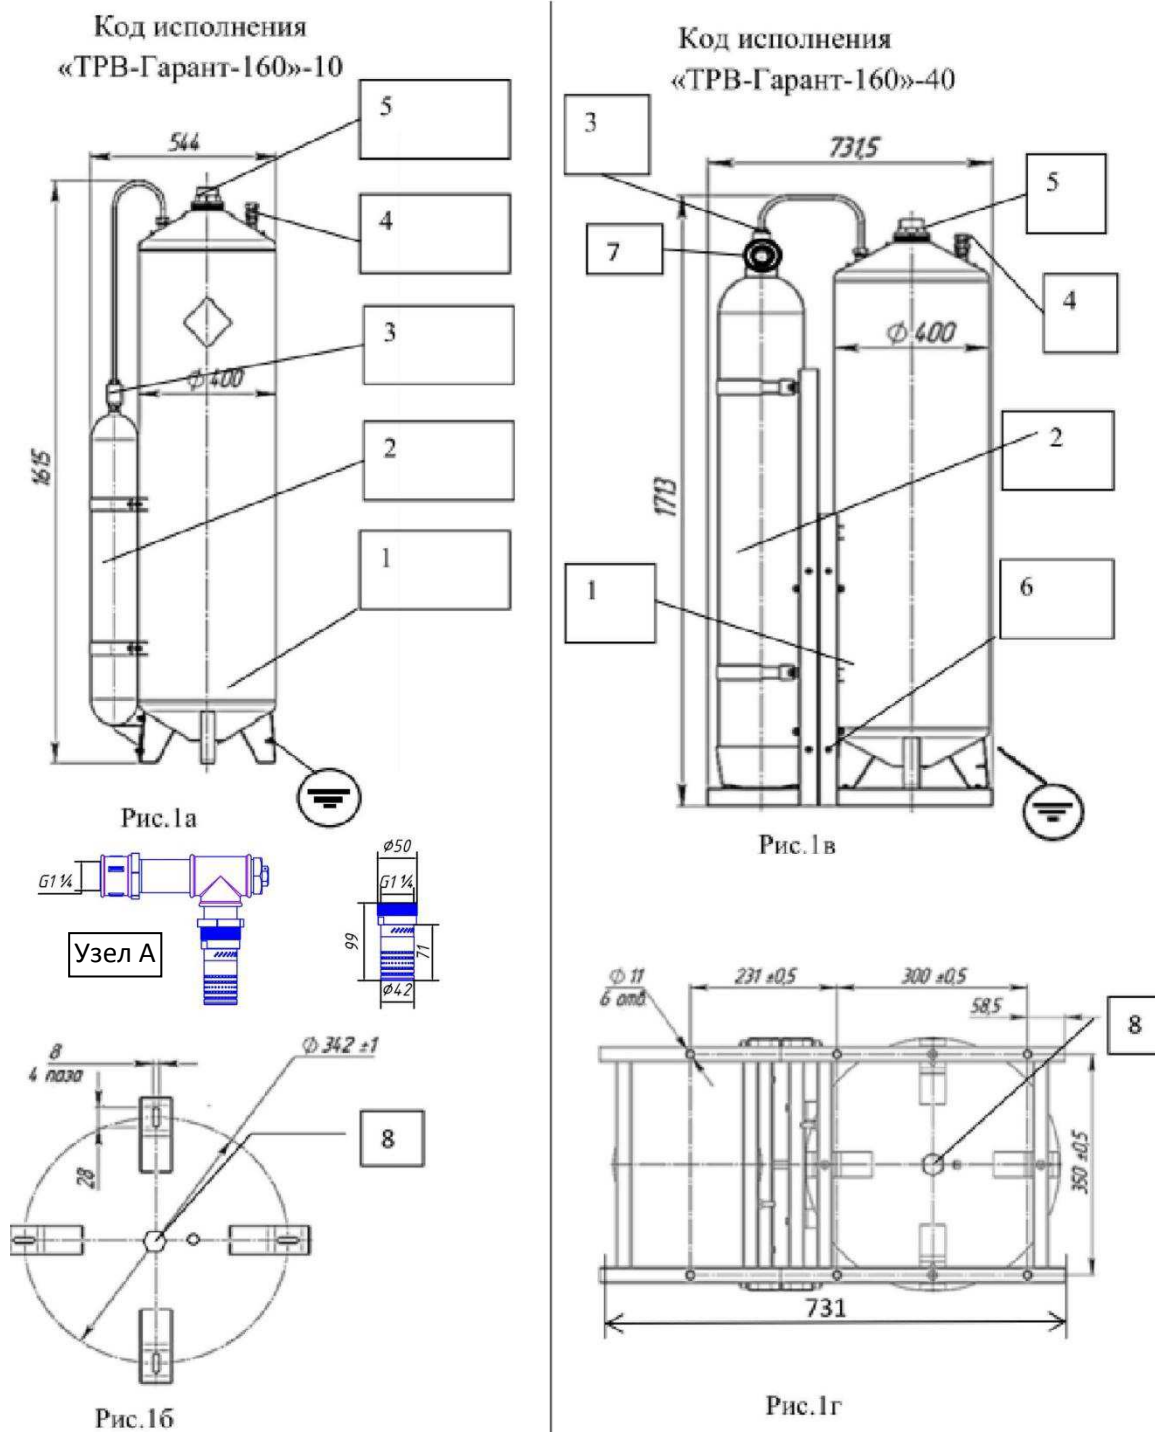

Рис.1 Установка пожаротушения тонкораспыленной водой «ТРВ-Гарант-160» модели: МУПТВ -160-Г-ВД - ТУ 4854-505-96450512-2013 состоит из:
8. Штуцера трубопровода для слива воды «Узел А» (Рис.1) поставляется\* в случае применения водозаполненной магистрали. Состоит из насадка-распылителя НС-390-С, с установленным сектором, мембраной, сантехнических фитингов или насадка НС-145 с мембраной. Присоединительный размер «Узла А» - G 1¼ - для НС-390-С, G-½ - для НС-145. В случае применения водонезаполненного трубопровода (металлический сухотруб), поставляется насадок-распылитель НС-390-С в сборе с навинченным сектором или насадок НС-145. (Трубопровод с комплектом фитингов не поставляется). Общий вид насадков-распылителей НС-390-С и НС-145 приведен в приложении Ж.
7.7 Для перезарядки МУПТВ водой необходимо обесточить автоматическую систему запуска, отстыковать корпус от подводящего трубопровода, после чего слить ОТВ из корпуса через трубопровод поз. 8 (см. рисунок 1).